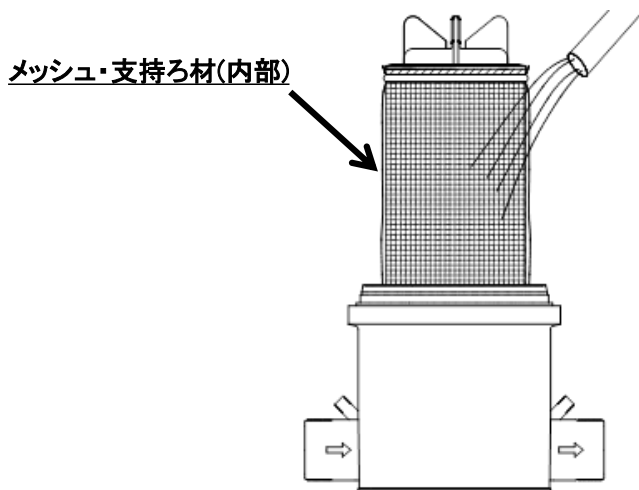

図4. フィルタ洗浄方法
- 2) 汚れが著しい場合は、本体に支持ろ材を付けたままホースで水を掛け軽く汚れを落としてください。(図4)